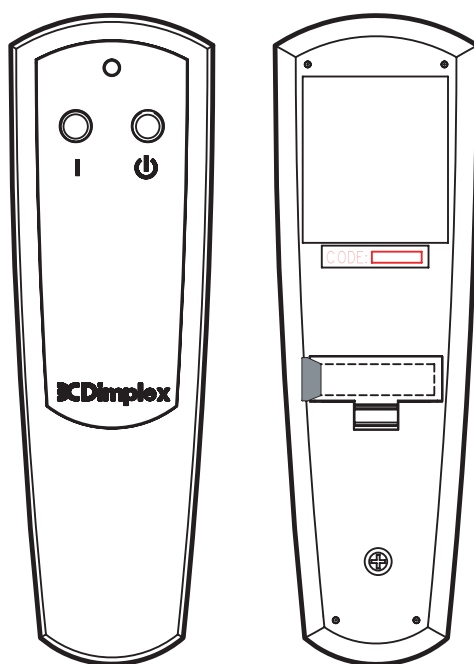

Fig. 4
Примечание. Перед использованием пульта ДУ вытащите пластиковую изоляционную полосу, которая находится между корпусом пульта и крышкой батарейного отсека (рис. 4).
3. В течение 10 секунд после возобновления питания нажмите на пульте ДУ кнопку On (Вкл), см. рис. 4.
1. Откройте крышку батарейного отсека на пульте ДУ (рис. 4).